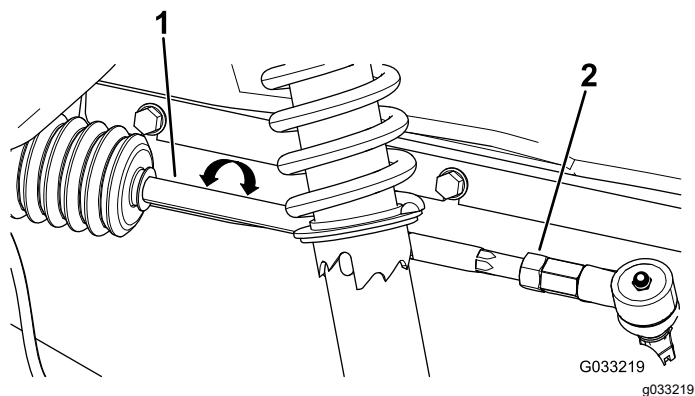

図 46
2. 前後の測定値の差が所定範囲0-6 mmにならない場合は、タイロッドの外側端部にあるジャムナットをゆるめて調整を行う図 46。